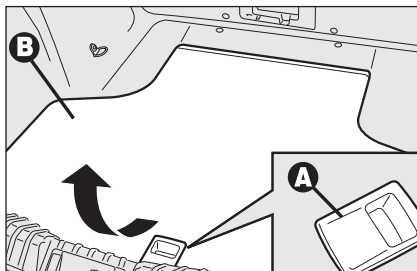
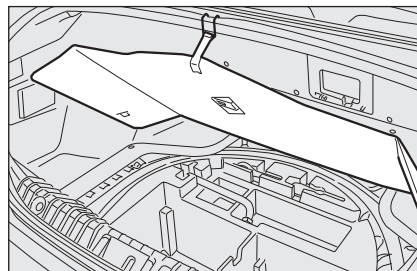

fig. 2
fig. 3
- ☐ mediante la maniglia **A-fig. 2**, sollevare il rivestimento rigido **B** ed agganciarlo come illustrato in **fig. 3**;